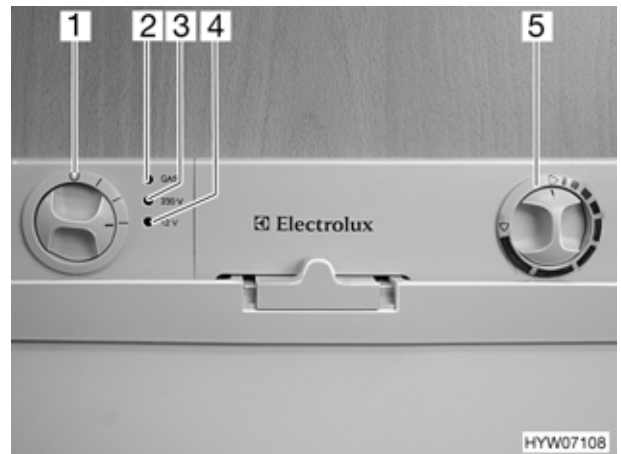

Bild 122 Bedienelemente für Kühlschrank (Variante 2)
- Energie-Wahlschalter (Bild 122,1) auf "GAS" stellen.
- Drehregler (Bild 122,5) auf maximale Leistung stellen. Die Gaszufuhr ist geöffnet. Der Zündvorgang erfolgt automatisch. Ein tickendes Geräusch ist hörbar, bis der Zündvorgang erfolgreich abgeschlossen ist. Die Betriebsanzeige "GAS" (Bild 122,2) leuchtet gelb.
- Energie-Wahlschalter (Bild 122,1) auf "O" stellen. Das Gerät ist abgeschaltet.
- Energie-Wahlschalter (Bild 122,1) auf "230 V" stellen. Die Betriebsanzeige "230 V" (Bild 122,3) leuchtet grün.
- Kühltemperatur mit dem Drehregler (Bild 122,5) einstellen.
- Energie-Wahlschalter (Bild 122,1) auf "12 V" stellen. Die Betriebsanzeige "12 V" (Bild 122,4) leuchtet grün.